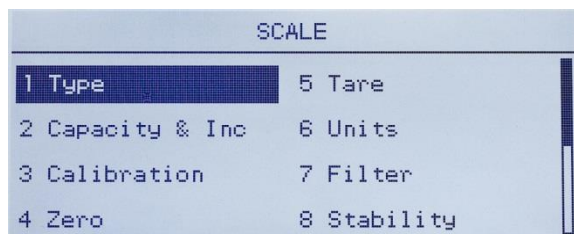

Figura 3-14: Menú de configuración de báscula, primera página
2. Con Báscula enfocada, presione ENTER, o presione la tecla 1 en el teclado para usar el método de acceso rápido. La Figura 3-14 muestra la primera selección de ramas secundarias de báscula.